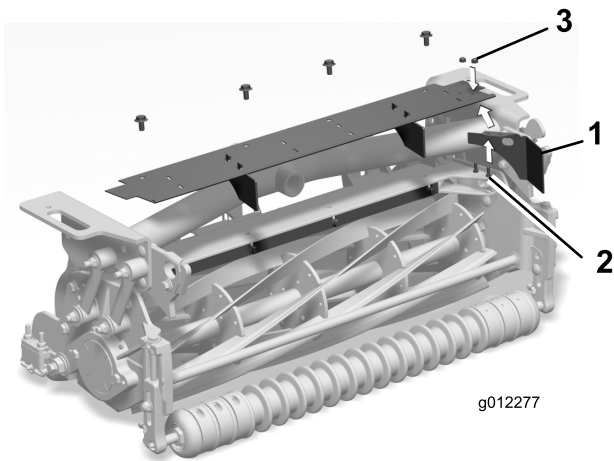

Bild 10
2. Befestigen Sie das neue Ablenkblech mit zwei Schrauben (10-24" x 1/2") und Muttern (10-24") am linken Ende des Schutzblechs, wie in Bild 10 abgebildet.